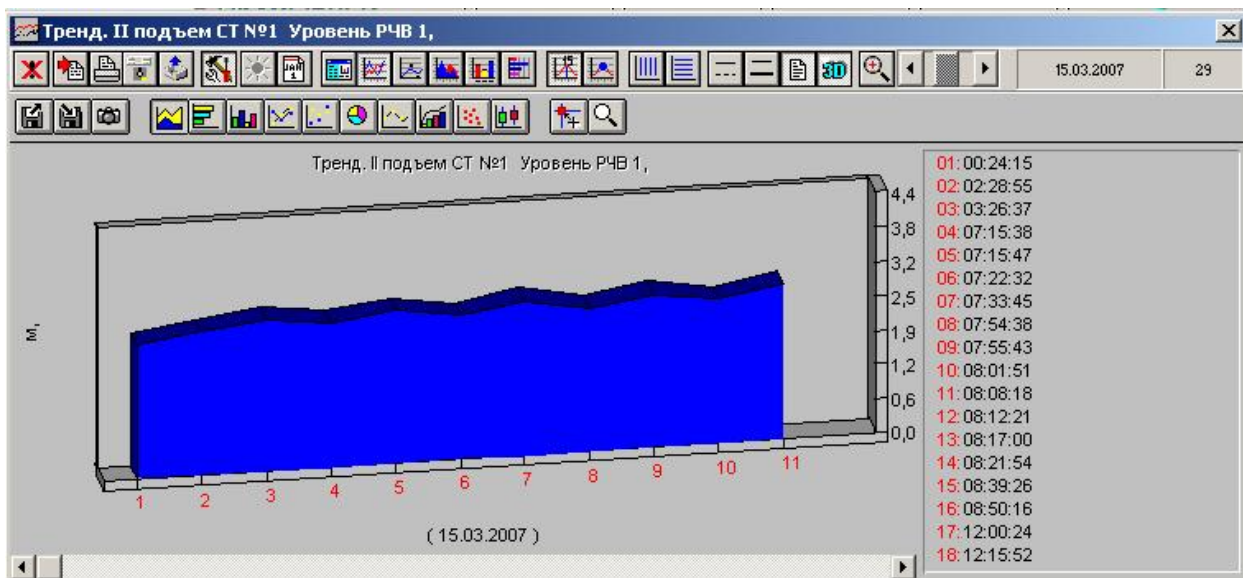

Рис. 34
10.4. При помощи панели инструментов можно существенно изменить внешний вид графического тренда (см. рис. 34).